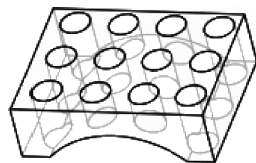

图 8-18 不能使用【相同】属性的实例
- 【相同】：所生成阵列的每个特征和源特征完全相同，放置在同一曲面上。例如，图8-18所示的孔虽然大小相同，但深度不同就只能通过使用【可变】或者【一般】属性来对其进行阵列。